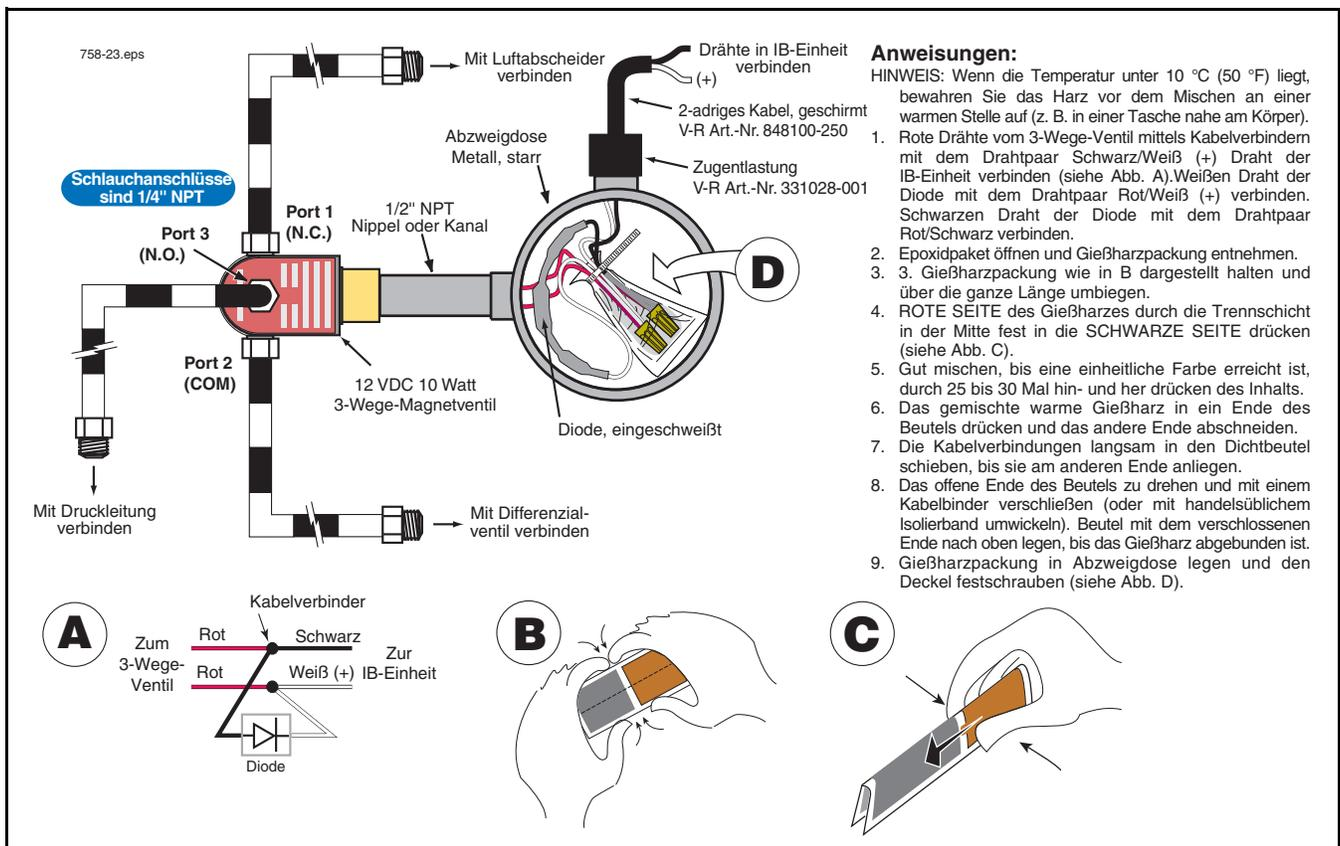

Abbildung 24. Anschließen des Dreizege-Ventils an LKW-Flüssiggasinstallationen mit Neptune-Zähler
1. Installieren Sie in der Gewindebohrung am Ventil einen starren, metallenen Kanal für die Verdrahtung des Magnetventils. Führen Sie die zwei roten Adern vom Dreizege-Ventil durch den Kanal in einen metallenen Abzweigkasten. Befestigen Sie die Ventil-/Kanal-Kombination mechanisch am Abzweigkasten (siehe Abbildung 24). *Obwohl das Dreizege-Ventil in jeder Position funktioniert, wird es in aufrecht stehender Lage (Anschluss 3 nach oben) eine längere Lebensdauer und ein besseres Leistungsverhalten zeigen.* Sichern Sie den Abzweigkasten am Fahrzeugrahmen.
3. Verwenden Sie die Kabelverbinder, um die IB über die abisolierten Drähte mit den Drähten des Dreizege-Ventils zu verbinden (siehe Abbildung 24). Die Verdrahtung des Dreizege-Ventils ist ungepolt. Dichten Sie die Kabelverbinder mit Epoxid-Dichtmittel ab; verschließen Sie beide Kabelverbinder-Enden in einem Beutel und platzieren Sie den Beutel im Abzweigkasten (siehe Abbildung 24).
Verbinden Sie einen Schlauch von der Druckseite mit Anschluss 3 des Dreiweg-Ventils (dem normalerweise offenen Anschluss, siehe Abbildung 24). Bei manchen Systemen kann der Leitungsdruck von einer Bohrung im Dampfabscheider-Gehäuse abgezweigt werden. Führen Sie einen anderen Schlauch vom Anschluss 1 des Dreiweg-Ventils (normalerweise geschlossener Anschluss) zum Luftabscheider. Schließen Sie einen dritten Schlauch zwischen Anschluss 2 des Dreiweg-Ventils (dem gemeinsamen Anschluss) mit dem Differenzialventil.